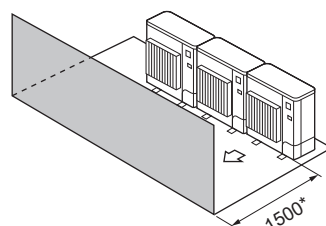

Fig. 2-15
- (3) Enbart hinder på framsidan (Fig. 2-15)